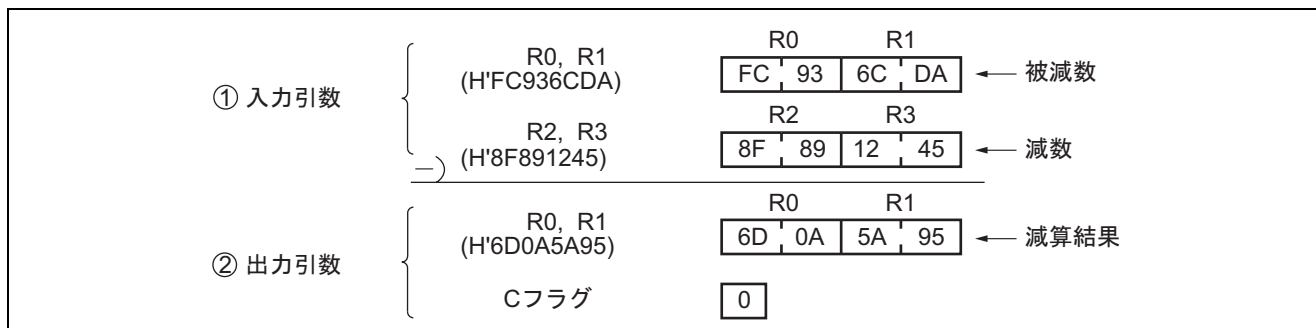

図 2 ソフトウェア SUB1 の実行例
2. 図 2 にソフトウェア SUB1 の実行例を示します。